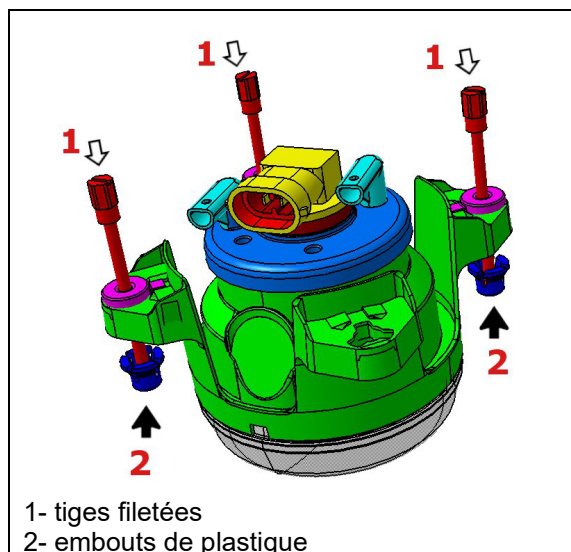
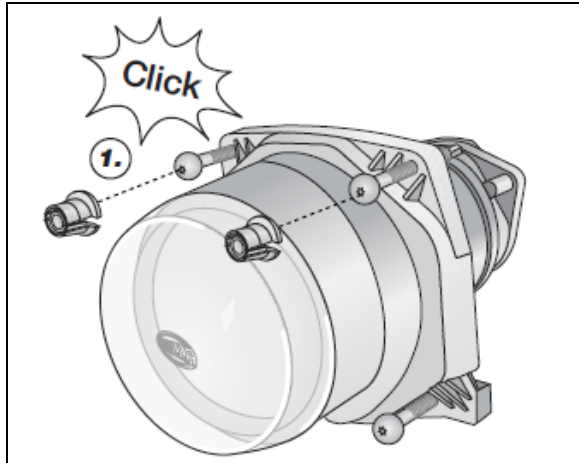

FIGURE 80: PROJECTEUR
FIGURE 84
5. Installer trois nouvelles tiges filetées (item 1, Figure 80) sur le projecteur.
7. Fixer les embouts en plastique aux extrémités sphériques des tiges filetées (3x) (Figure 80 & Figure 84). Vous entendrez ou sentirez un clic.